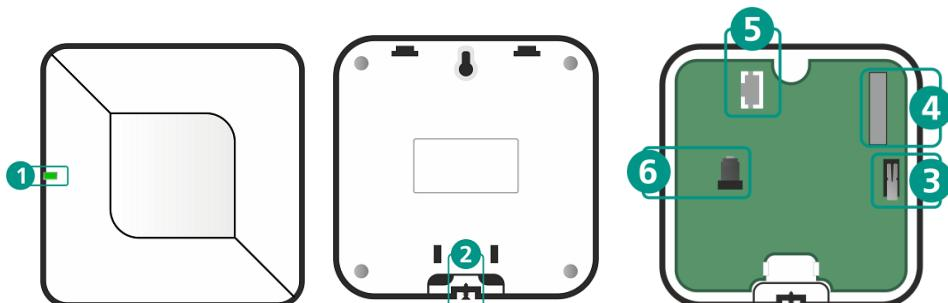
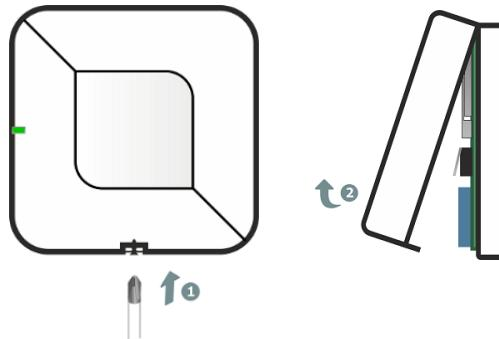
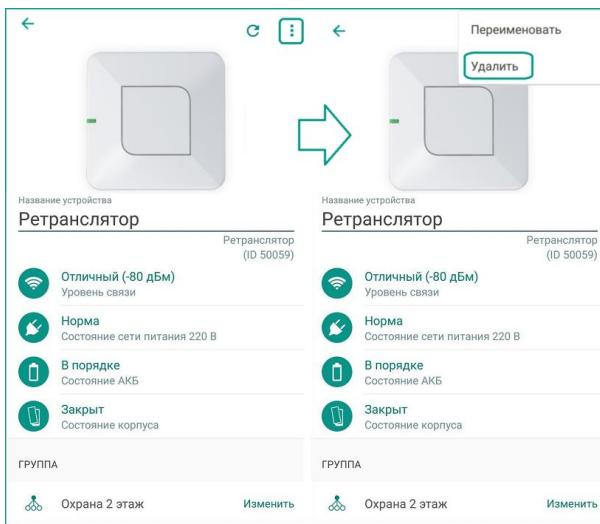

Рисунок 2.1 – Внешний вид ретранслятора
Рисунок 6.2 – Вскрытие корпуса ретранслятора
Рисунок 14.1 – Вызов меню на экране настройки ретранслятора
Ретранслятор оснащен встроенным тампером (3, рисунок 2.1) для контроля вскрытия корпуса.
2. С помощью индикации на ретрансляторе. Для этого вскройте корпус ретранслятора, если он был закрыт (см. рисунок 6.2), и дважды нажмите на кнопку тампера (3, рисунок 2.1). Посмотрите на индикатор ретранслятора. Соответствие уровня связи и индикации представлено в таблице 8.1.
1. Вскройте корпус ретранслятора, если он был закрыт (см. рисунок 6.2).
- 1) В приложении на экране настройки ретранслятора (см. рисунок 14.1). После удаления ретранслятора из приложения вскройте его корпус (см. рисунок 6.2) и полностью обесточьте ретранслятор (отключите АКБ и адаптер питания), чтобы датчики переключились на работу с хабом напрямую.
- 2) С помощью кнопки тумпера (3, рисунок 2.1). Для этого вскройте корпус ретранслятора (см. рисунок 6.2) и полностью обесточьте ретранслятор на 30 секунд (отключите АКБ и адаптер питания). Зажмите кнопку тумпера и подключите питание обратно, соблюдая указанную полярность. Удерживайте кнопку тумпера, пока ретранслятор запускается (индикатор ретранслятора быстро мигает красным и зеленым цветами по очереди). Отпустите кнопку тумпера и последовательно нажмите на нее не менее 5 раз с интервалом 0,5 – 1 сек. между нажатиями. Ретранслятор удален, если его индикатор начал мигать голубым цветом раз в секунду (индикация режима связывания).